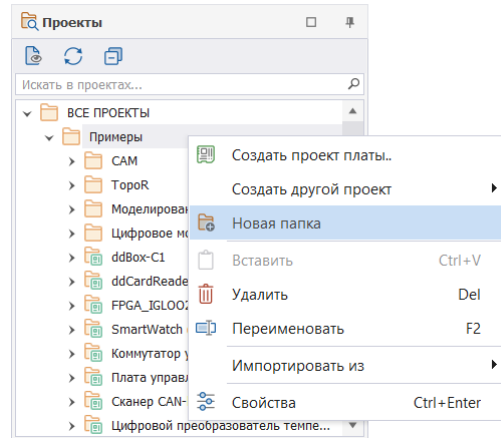

Рис. 4 Создание папки внутри дерева проектов
2. Вызовите контекстное меню и выберите пункт «Новая папка», Рис. 4.